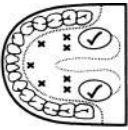

Abbildung 2
- a) **Orale Anwendung:** Legen Sie das Thermometer unter die Zunge, wie in der Position  in Abbildung 2 gezeigt. Schließen Sie Ihren Mund und atmen Sie gleichmäßig durch die Nase, um zu verhindern, dass die Messung durch eingeatmete/ausgeatmete Luft beeinflusst wird.